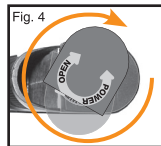

Fig. 5
- Enlevez la dossière (Fig. 5).